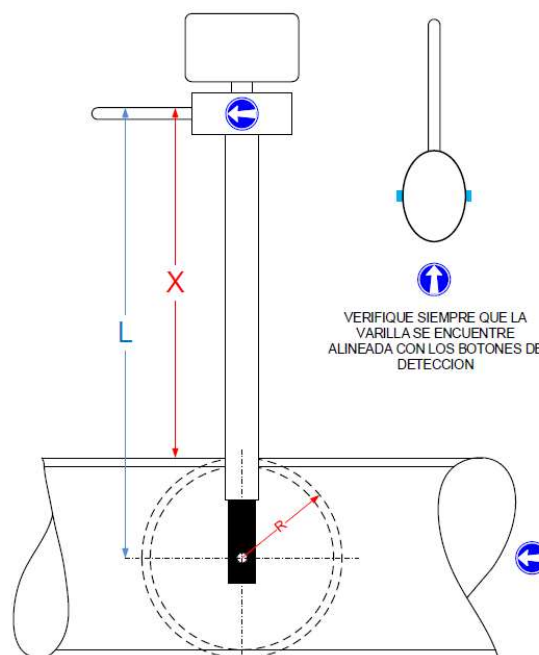

Figura 6.5 Profundidad de inserción del sensor en la instalación en función del diámetro de la cañería
En la Figura 6.5 pueden observar cómo instalar el sensor dentro de la cañería y la Profundidad de inserción (L) en función del Diámetro interno de la cañería. También se puede observar cómo orientarlo correctamente en función de la dirección de flujo. Como pueden observar la parte más ancha del Sensor de Flujo propiamente dicho (es de sección oval) debe ubicarse siguiendo el sentido del flujo.